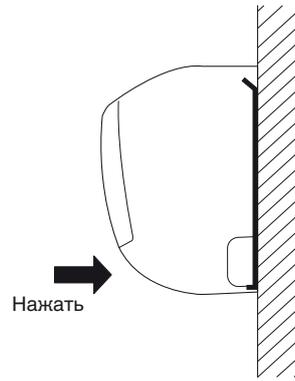

Рис. 3-22
- (1) Для установки внутреннего блока смонтируйте внутренний блок на 3 петли в верхней части задней панели.
- (2) Удерживайте выходное отверстие для воздуха и нажмите на нижнюю часть внутреннего блока, чтобы она надежно зафиксировалась на 2 петлях в нижней части задней панели. (Рис. 3-22)